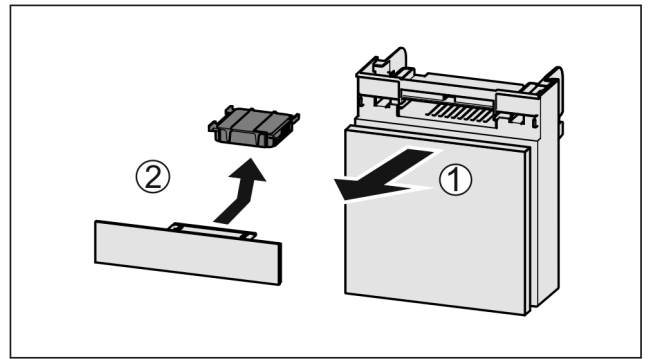

Fig. 142
- ▶ Húzza ki Fig. 142 (1) előrefelé a rekeszt.
- ▶ Vegye ki az aktív szén-szűrőt Fig. 142 (2).